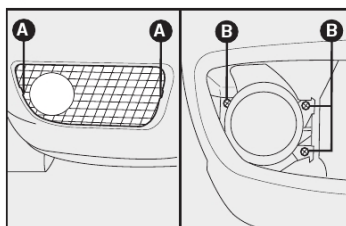

fig. 25
- 2) retirar os parafusos indicados por **B-fig. 25**;